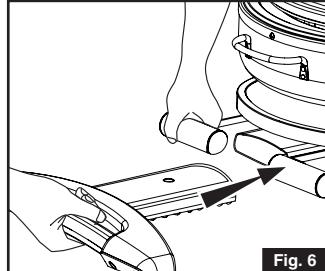

Fig. 6
- Joignez la poignée de traction au piétement. (Fig. 6)